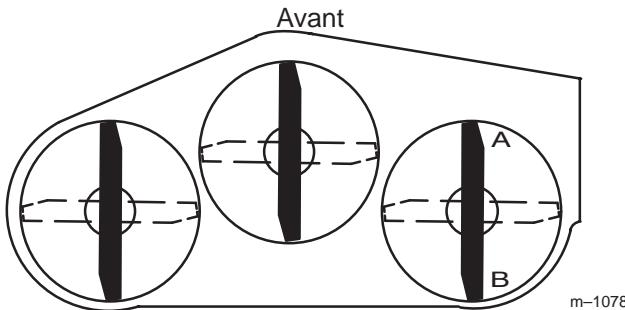
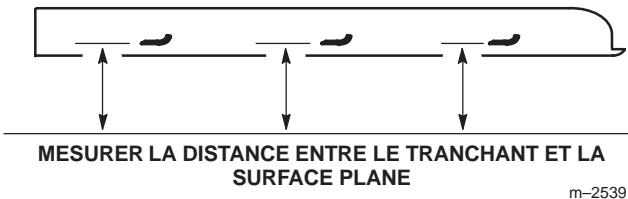

Figure 70
Figure 71
1. Tournez la lame droite à 180° (Fig. 70).
2. Mesurez la distance au point A (Fig. 70) entre la surface plane et le tranchant de la pointe de la lame droite (Fig. 71).
4. Mesurez la distance au point B (Fig. 70) entre la surface plane et le tranchant de la pointe de la lame droite (Fig. 71).
6. La lame doit être plus basse de **6 à 10 mm (1/4 à 3/8 pouce)** au point A qu'au point B (Fig. 70). Si ce n'est pas le cas, passez aux étapes suivantes.